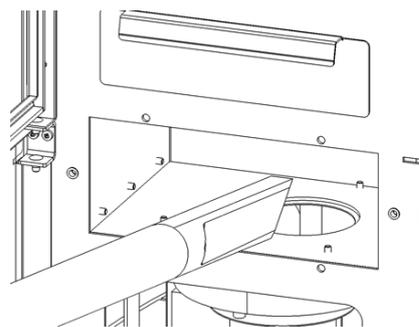

Figure 9
- Enlever toutes les cendres qui se trouvent dans la boîte à fumées (Fig 9)